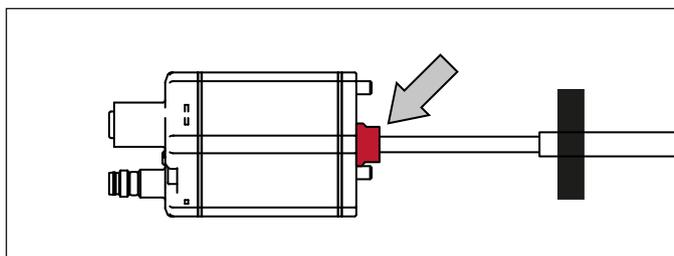

Abb. 34: Dichtung vor Einsatz in Sensorrohr HD/HL/HP entfernen
- Der Basissensor ist mit drei Schrauben am Sensorstab befestigt und lässt sich im Servicefall leicht austauschen. Entfernen Sie vor dem Einschleiben des Basissensors in das Sensorrohr HD/HL/HP die rote Dichtung am Übergang zwischen Sensorelektronikgehäuse und flexiblem Messstab (Abb. 34). Der Hydraulikkreislauf bleibt geschlossen. Mehr Informationen finden Sie im Kapitel „4.10.1 Austausch des Basissensors beim Modell RH5/RFV/RF5“ auf Seite 50.